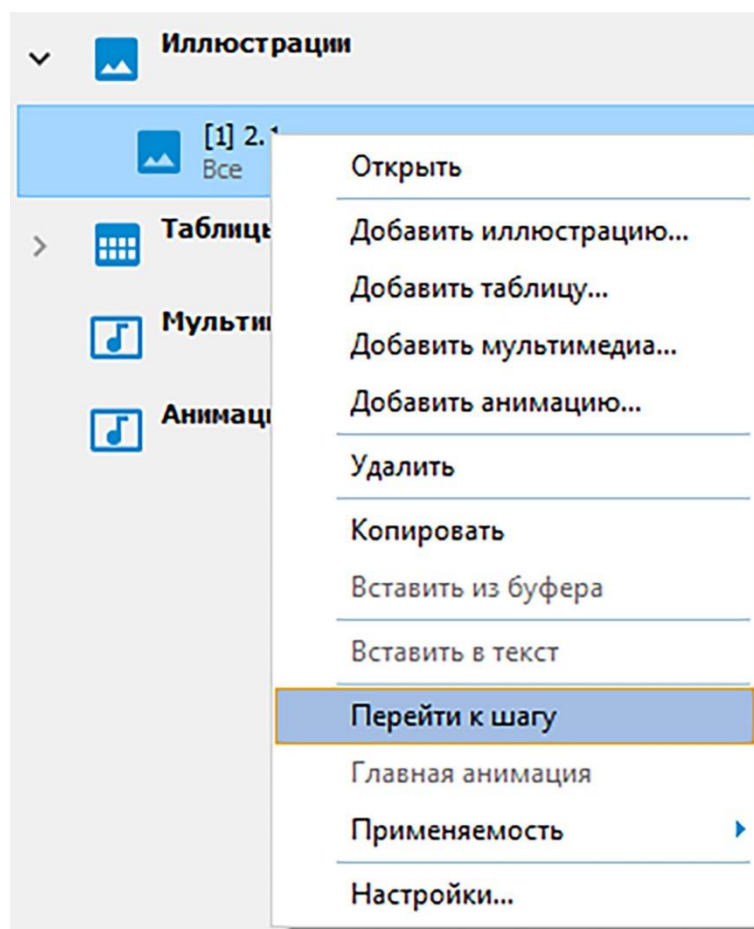

Рисунок 586
5) Из контекстного меню выберите команду **Перейти к шагу** (рисунок 586).